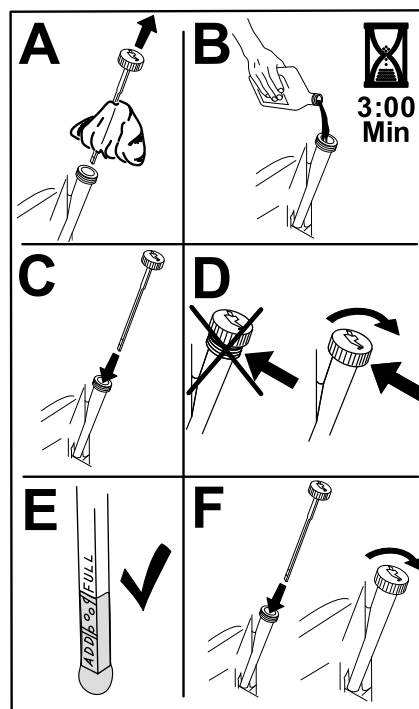

Bild 46
6. Gießen Sie langsam ungefähr 80 % der angegebenen Ölsorte in den Einfüllstutzen und füllen Sie dann vorsichtig mehr Öl ein, um den Ölstand an die Voll-Markierung zu bringen (Bild 46).